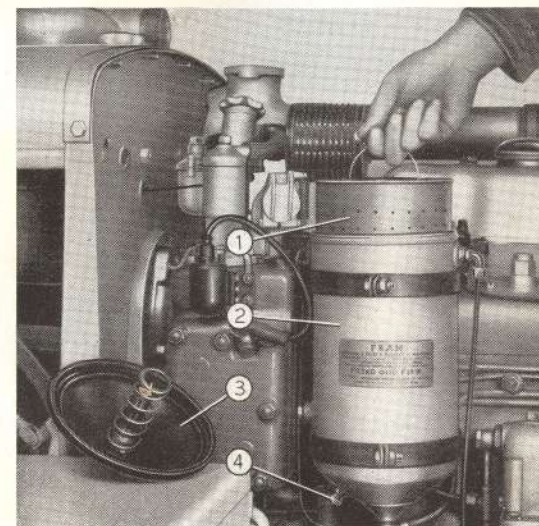

Fig. 62. - Démontage du filtre régénérateur d'huile.
**Toutes les 80 heures de travail:** soit à chaque remplacement de l'huile du moteur, vidanger l'huile du filtre en dévissant le bouchon inférieur prévu (fig. 62).